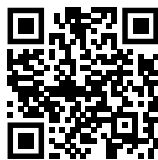

Fig. 96
- ▶ Öffnen sie das Liebherr SmartMonitoring Dashboard. (siehe Fig. 96)